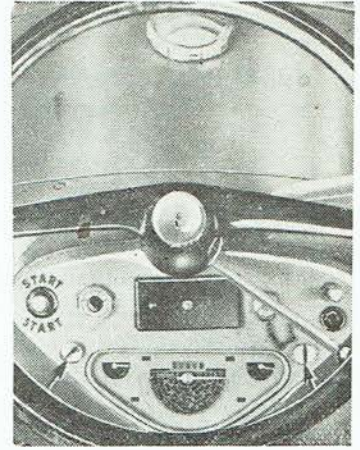

Abb. 89
8. Zwei Schrauben M 8 (Abb. 89) am Instrumentenbrett sind auszuschrauben und das Brett ist etwas herauszuziehen. Durch die entstandene Lücke ist der Antrieb des Betriebsstundenzählers zu lösen, weiter der Luftdruckanzeiger, die Fassungen samt Kontrolleuchten sind aus dem Paneelverbundgerät herauszuschieben und die Befestigungs-